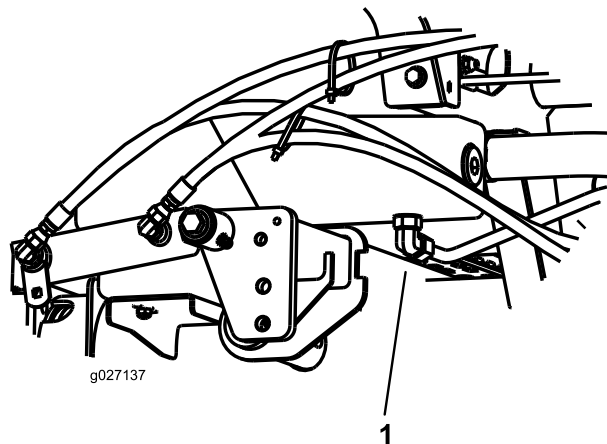

図 72
3. タンク(図 72)の下についているフィッティングの下に、オイルを受ける大型の容器を置く。